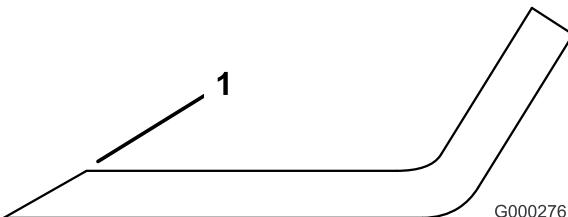

Figura 26
**Nota:** Afile únicamente la parte superior del filo y mantenga el ángulo de corte original para asegurar un filo correcto (Figura 26). La cuchilla permanecerá equilibrada si se retira la misma cantidad de metal de ambos filos de corte.